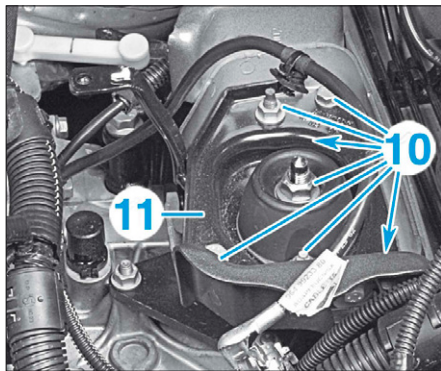

FIG. 7
- les vis et écrous (10) du support de boîte (Fig.7).
- Déposer le support de boîte (11).